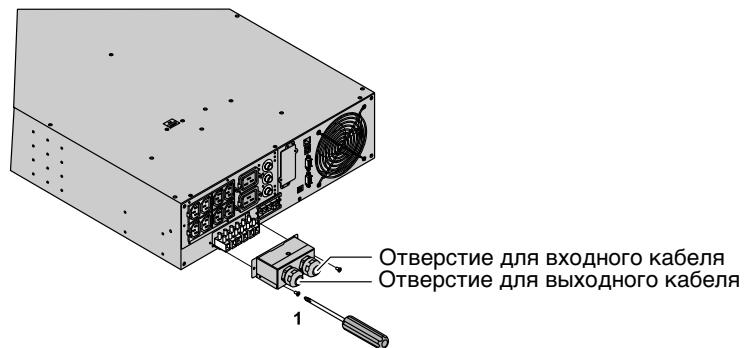

Рисунок 21. Извлечение клеммной коробки (модели EU)
- Перед выполнением каких-либо соединений, убедитесь в том, что батарейные выключатели и вышестоящее защитное устройство (вход питания от сети) находятся в состоянии OFF (ВЫКЛ.) (O).
1. Снимите крышку клеммной коробки (два винта) с помощью отвертки (см. Рисунок 21).
- Перед выполнением каких-либо соединений, убедитесь в том, что батарейные выключатели и вышеуказанное защитное устройство (вход питания от сети) находятся в состоянии OFF (ВЫКЛ.) (O).